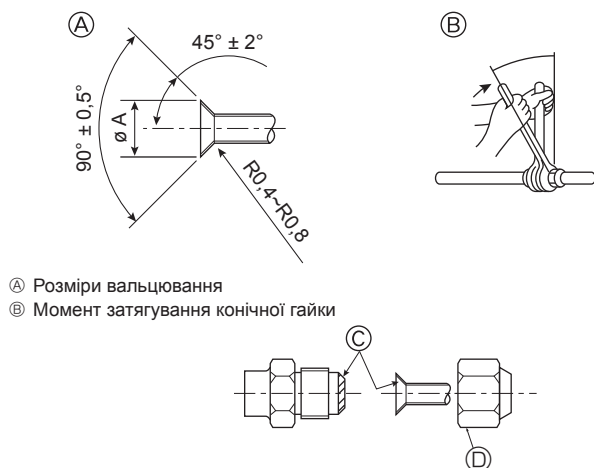

Fig. 4-7
А (Fig. 4-7)
Б (Fig. 4-7)
4.4. З'єднання труб (Fig. 4-7)